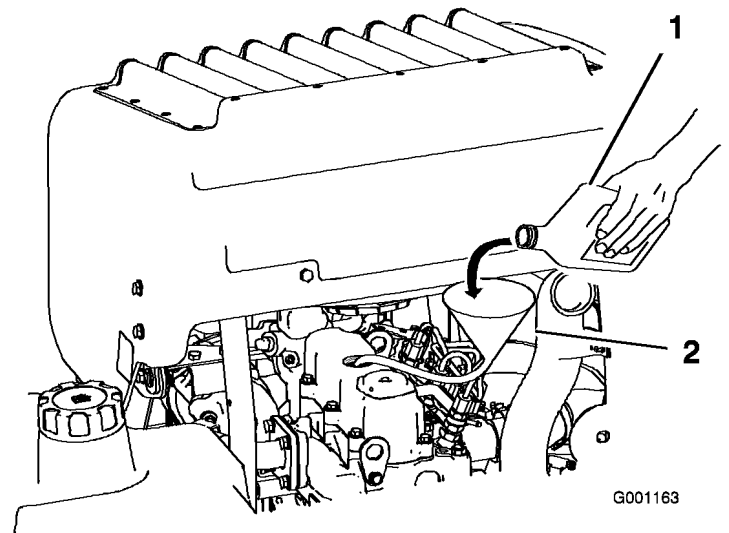

Bild 40
3. Verwenden Sie einen Schlauch und Trichter, wenn Sie Öl nachfüllen müssen (Bild 40).